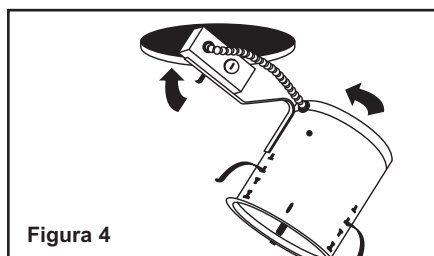

Figura 4
**Paso 4.** Presione la carcasa a través de la abertura en el techo de modo que esté a ras con el techo (Figura 4). Presione los clips de retención hacia afuera hasta que la pestaña del clip encaje en su posición.